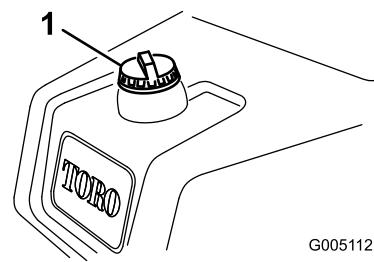

Figura 30
1. Pulite attorno al tappo del serbatoio del carburante (Figura 30).